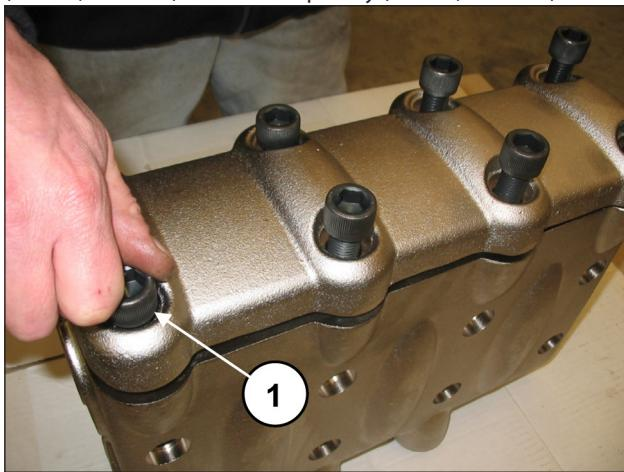
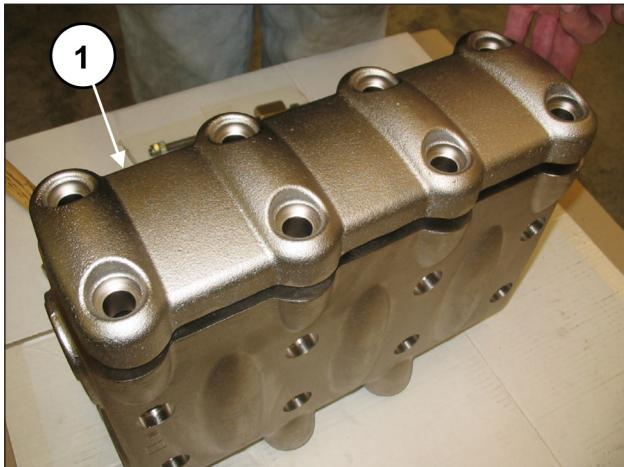

Рис. 106
Рис. 107
Извлеките 8 винтов M16x55 крышки клапанного узла (поз. ①, Рис. 106) и снимите крышку (поз. ①, Рис. 107).